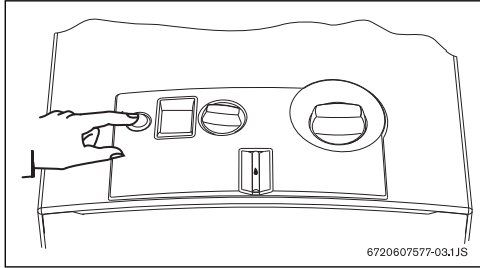

Fig. 6
- ▶ Para tal basta ligar o interruptor (Fig. 6).